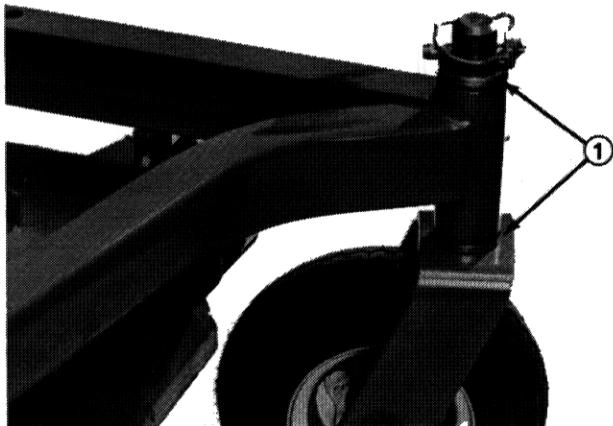

Fig 3
4. Inserire un punzone per incassare perni in alto o in basso nel tubo di montaggio, e spingere la bussola fuori del tubo (Fig. 3). Spingere anche l'altra bussola fuori del tubo, infine pulire l'interno dei tubi per eliminare la morchia.